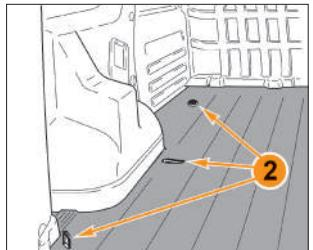

Рис. 5.7.2. Крепления в багажном отделении 2-местного автомобиля (в вариантном исполнении)
**В вариантном исполнении** используйте крепления 2 (рис. 5.7.2) для фиксации перевозимых предметов в багажном отделении.